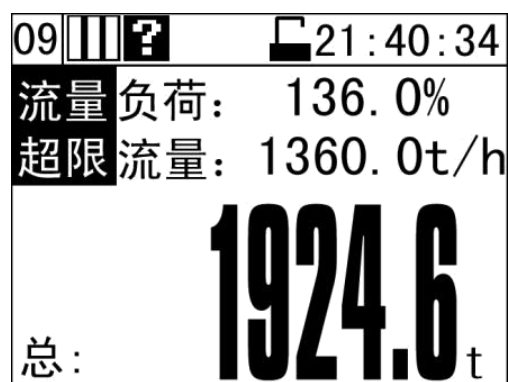

图 13 工作界面
如图 13，详见第六章。
- 4、数字输入完成后（如图 13），按【确定】键，确定密码；